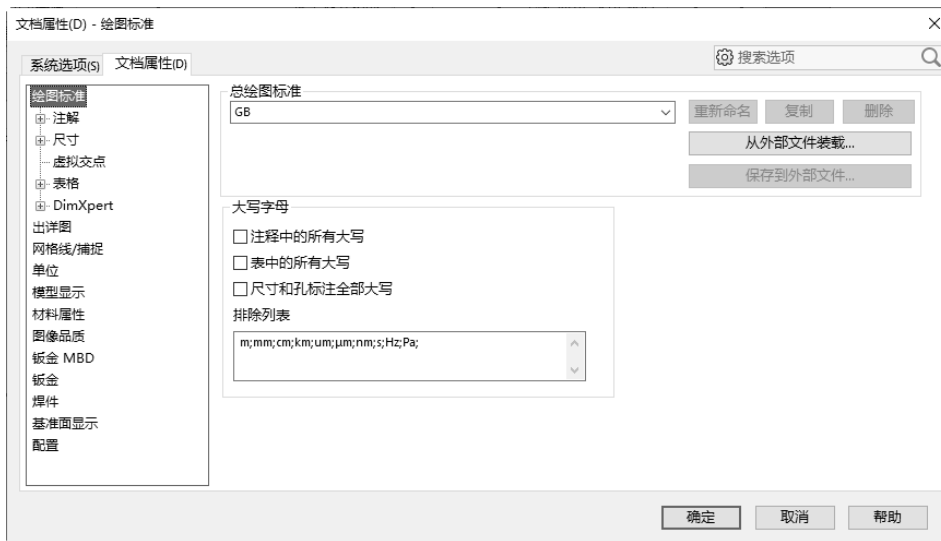

图 1-27 “文档属性”对话框
(1) 执行命令。选择菜单栏中的“工具”→“选项”命令，在系统弹出的对话框中选择“文档属性”选项卡，打开如图 1-27 所示的“文档属性”对话框。
(2) 设置选项。单击“文档属性”选项卡中左侧需要设置的项目，该项目的选项出现在对话框右侧，然后根据需要选中需要的选项。
(3) 确认设置。单击对话框右下侧的“确定”按钮，完成文件属性的设置。